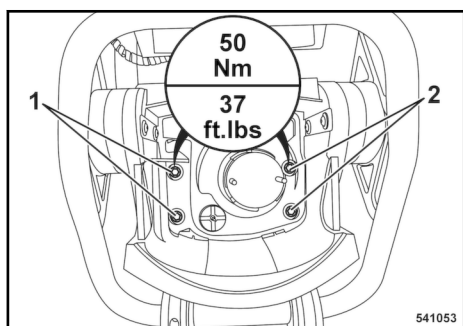

Fig. 59
Aparafusar os parafusos (1) e (2) ↗ Fig. 59 da carcaça do filtro do ar com um binário de aperto de 50 Nm (37 ft.lbs).